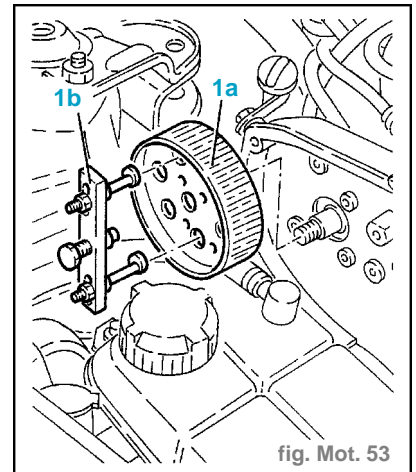

fig. Mot. 53
- Dévisser l'écrou (3) de la poulie de commande de la pompe de pression.
- Enlever la poulie de commande de la pompe de pression (1a) avec l'outil (1b) **1.860.954.001**. (fig. Mot. 53)